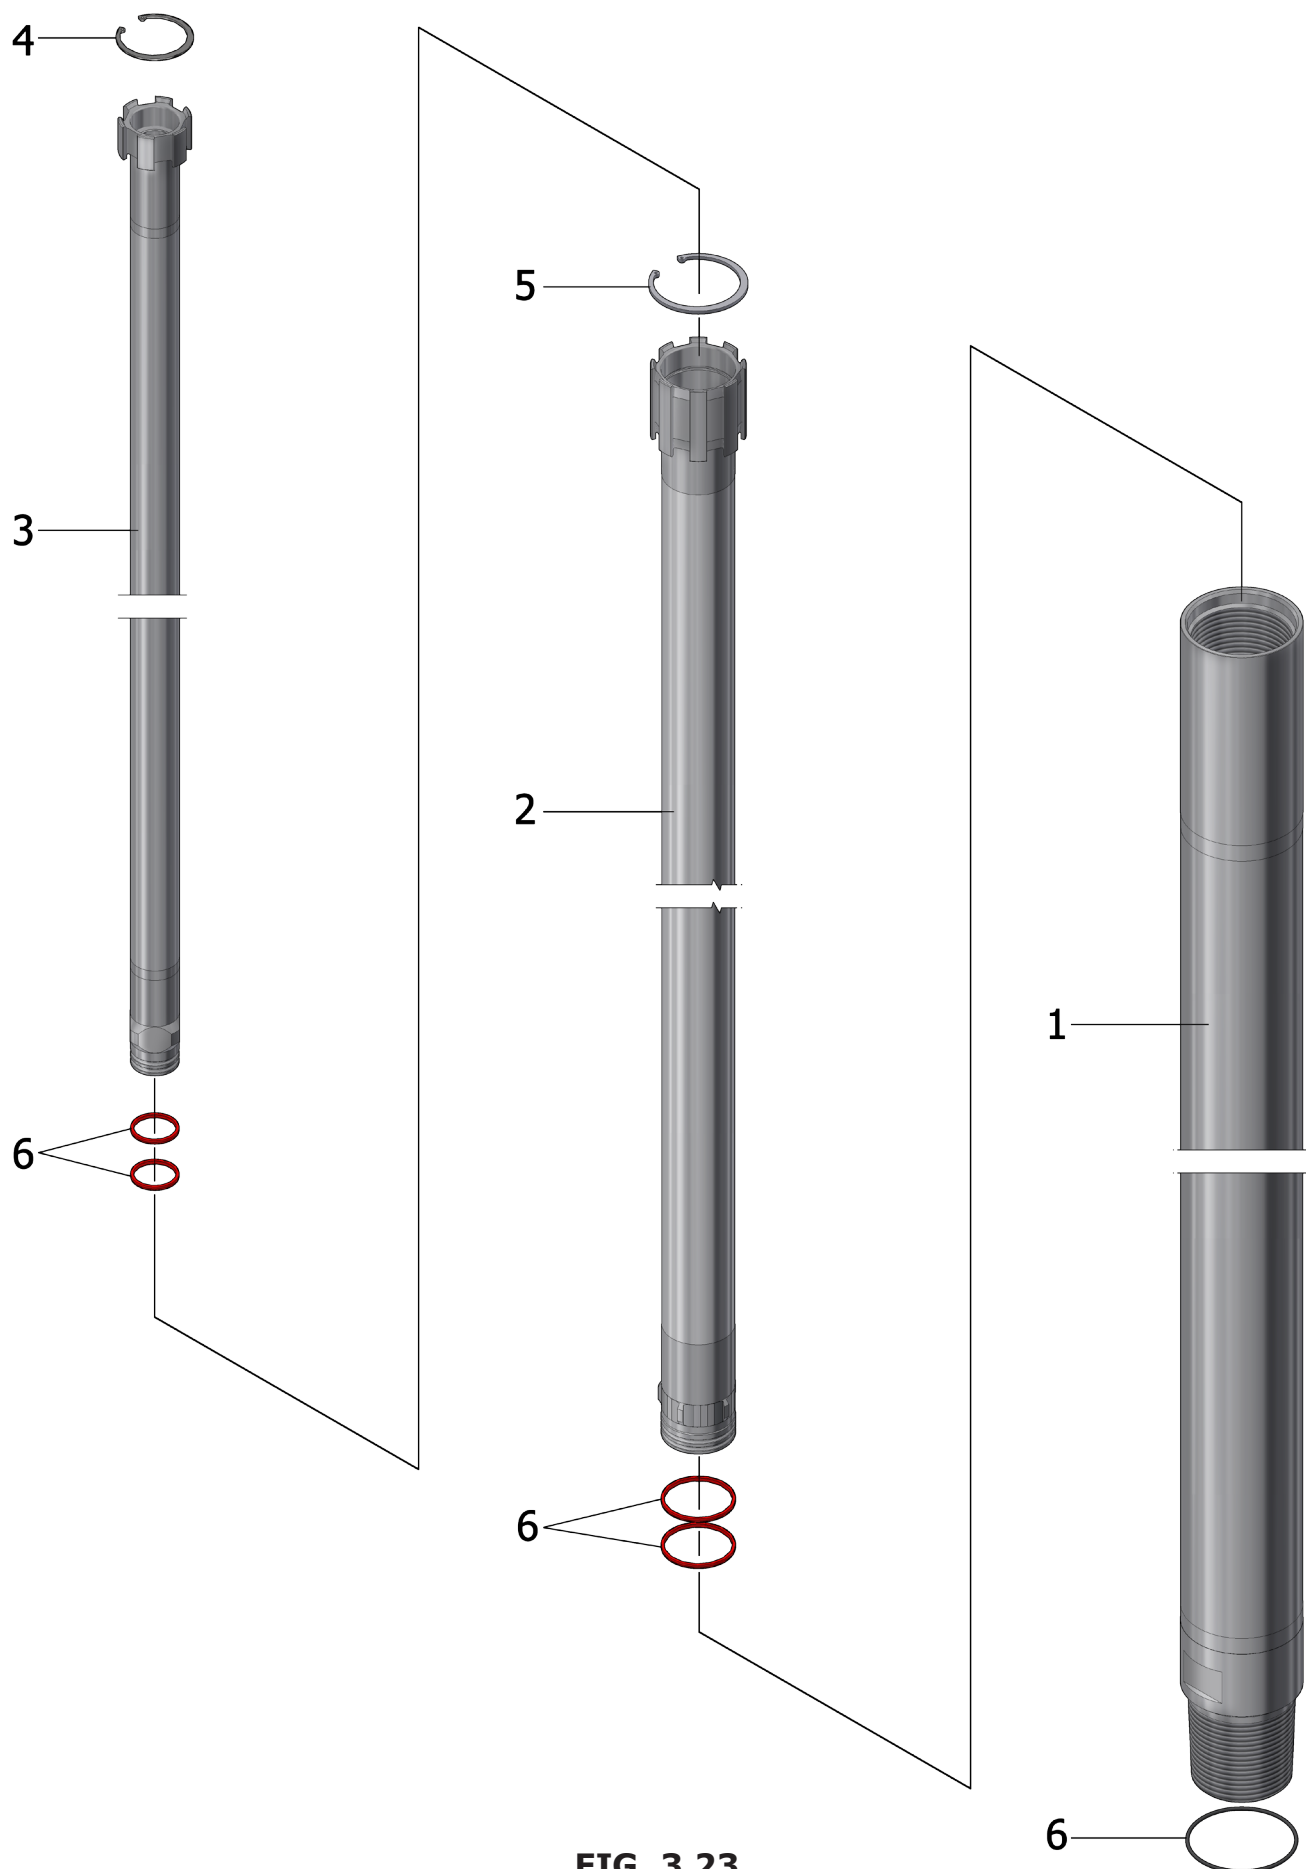

FIG. 3.23
**D.127 C3 ROD: J-12C31000 (L=1000); J-12C32000 (L=2000); J-12C33000 (L=3000) (REF. FIG. 3.23)**